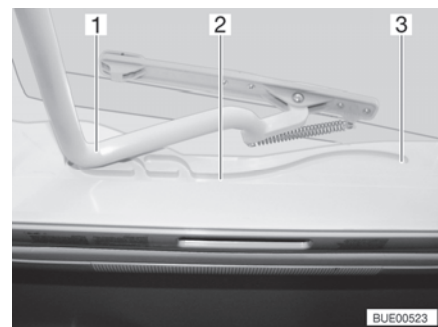

Fig. 31 Guida (oblò Heki)
- Tirare la staffa (Fig. 31,1) nelle guide (Fig. 31,2) fino alla posizione più all'indietro (Fig. 31,3).
- Spingere la staffa (Fig. 31,1) leggermente verso l'alto con ambedue le mani.
- Tirare la staffa nelle guide (Fig. 31,2) fino alla posizione desiderata.